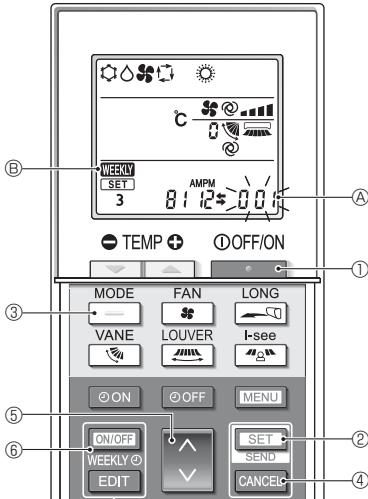

Fig. 4-12
4.12.8. Slik deaktivere du drift i Auto-modus (Fig. 4-12)
- Trykk på **OFF/ON**-knappen ① for å stoppe klimaanlegget.
- Hvis uketidsuret er aktivert, trykker du på **ON/OFF WEEKLY EDIT**-knappen ⑥ for å deaktivere tidsuret. (WEEKLY Ⓑ forsvinner.)
- Trykk på **SET**-knappen ② i 5 sekunder.
- Fullføring av innstillingene (Fig. 4-12)